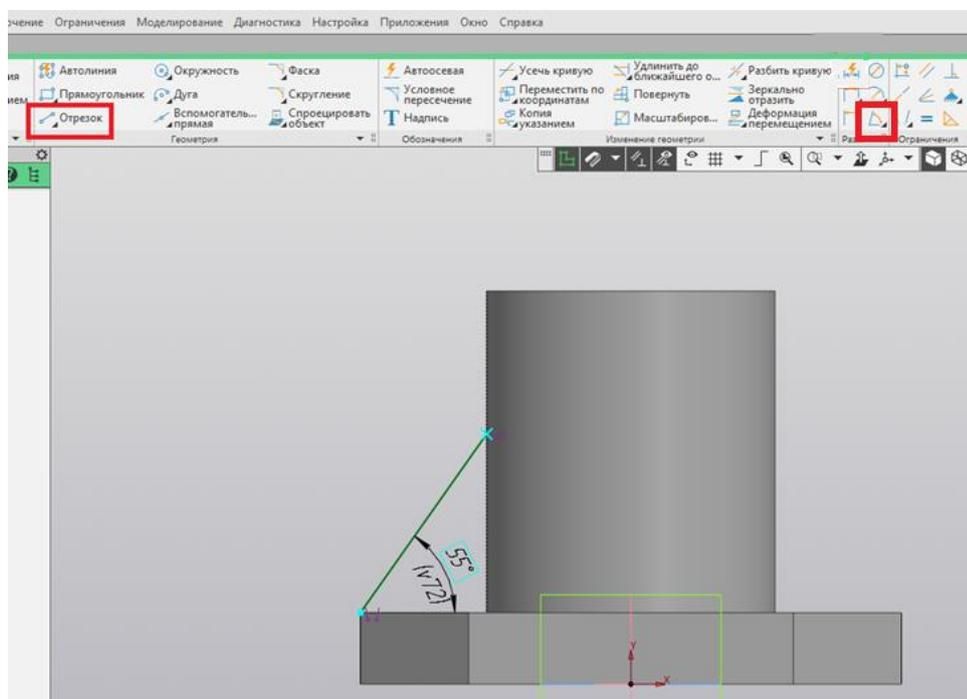

Рис. 19
16. При помощи команды «Отрезок» строим контур для ребра жёсткости. Задаём угол наклона относительно горизонта, равный 55 градусов (рис. 19).